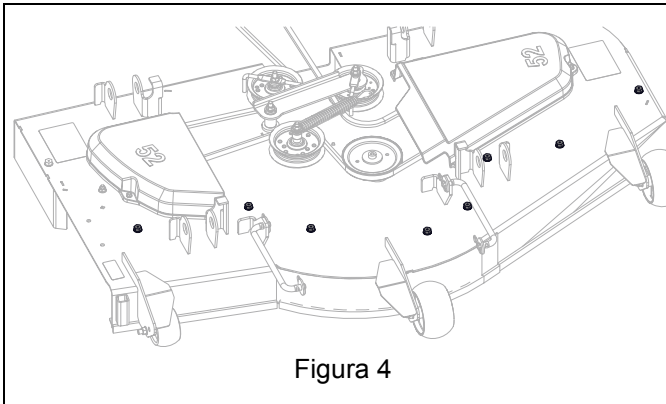

Figura 4
6. Quitar ocho tornillos autotaladrantes de 3/8" x 1/2" de la parte superior de la plataforma. Guarde los tornillos para trabajar sin el kit de acolchado. Consulte Figura 4.